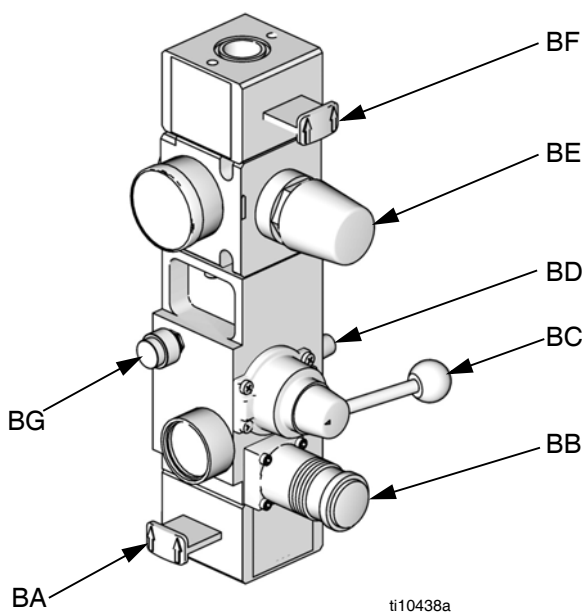
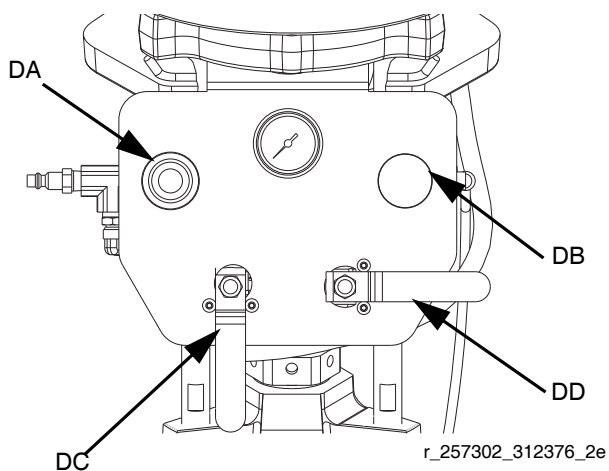

FIG. 3. Módulo de control de aire integrado
FIG. 7: Controles de aire del elevador
| G | Controles de aire integrados (vea la FIG. 3) | X | Válvula de solenoide del motor neumático |
| G | Controles de aire integrados (vea la FIG. 3) | | |
2. **Para los controles de aire D200s, D200, S20 y D60:** Vea la FIG. 3, página 12.
- a. Cierre la válvula deslizante del motor neumático (BF) y la válvula deslizante principal de aire (BA).
- c. Mueva alternadamente la válvula directora (BC) hacia arriba y abajo para purgar el aire de los cilindros del ariete.
3. **Para los controles de aire L20c:** Vea la FIG. 7, página 14.
- a. Cierre la válvula del motor neumático (DC) y la válvula directora del elevador (DD). El ariete bajará lentamente.
7. Abra la válvula de drenaje de la tubería de fluido y la válvula de purga de la bomba (P). Tenga un recipiente listo para recoger lo que drene.
8. Deje abierta la válvula de purga de la bomba (P) hasta que esté listo a pulverizar nuevamente.